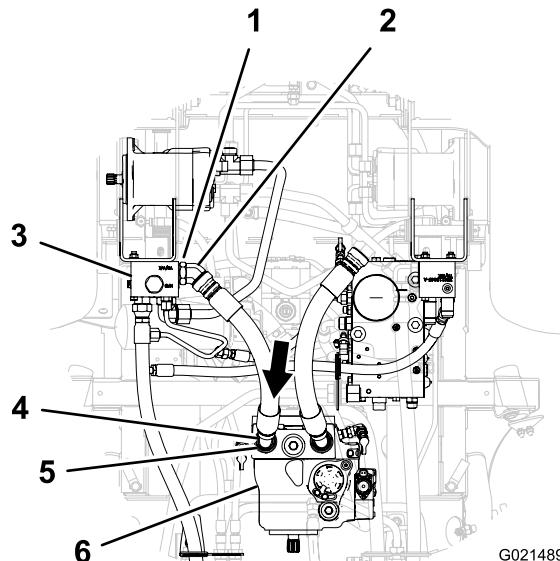

Figura 19
5. Alinhe o encaixe a 45° da mangueira de pressão com o encaixe a direito na bomba hidráulica (Figura 19).
6. Enrosque o encaixe a 45° da mangueira de pressão no encaixe a direito na bomba hidráulica (Figura 19).
7. Aperte a porca de bloqueio do encaixe hidráulico de 45° no coletor do divisor de fluxo (Figura 19).